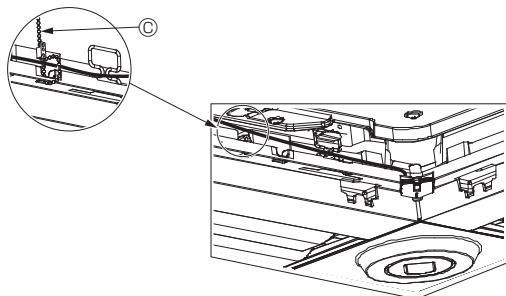

Fig. 5-13
- Sujete los cables del sensor i-See y del receptor de señales en el panel con el remache de la forma mostrada en el diagrama procurando que queden tensos, y luego corte el sobrante en el extremo del remache. (Fig. 5-13)
- Si la posición del sensor i-See ha cambiado de “○” (E) a “□” (F), cambie los ajustes de los interruptores. (Consulte la página 44).